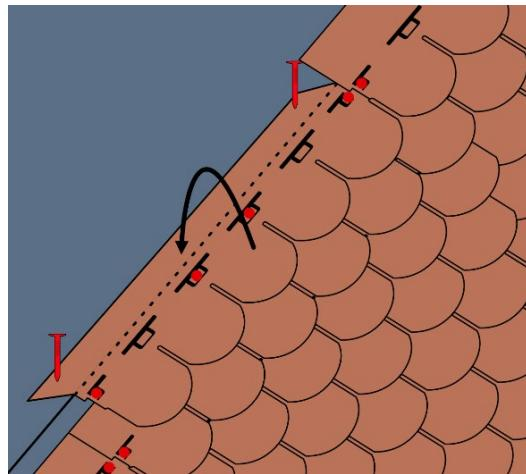

Fig. 9 – Posa delle tegole al colmo
- L'ultima fila di tegole bituminose dovrà sporgere oltre la linea di colmo; la parte eccedente verrà ripiegata oltre la linea di colmo e dovrà essere fissata con due chiodi - Fig. 9.